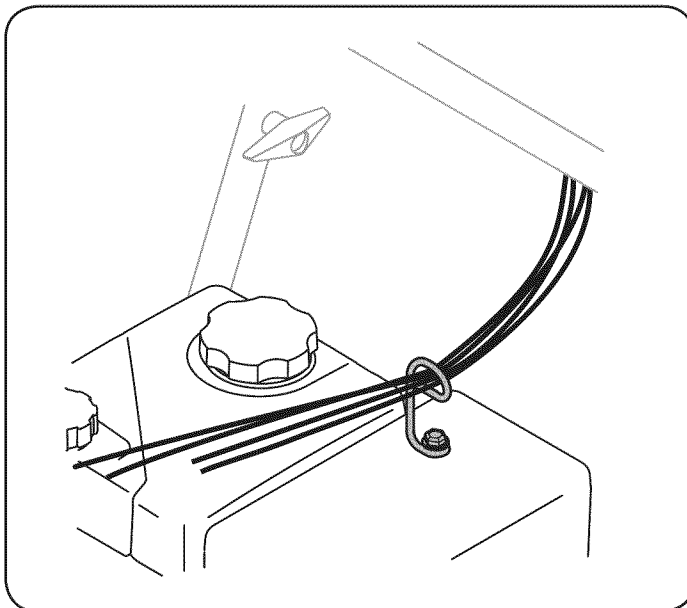

Figura 10
10. Controle que todos los cables estén adecuadamente dirigidos a través de la guía de cables en el motor. Vea la figura 10.
Ahora que ya ha ajustado su máquina quitanieve para la operación, familiarícese con sus controles y características. Vea la Figura 10.